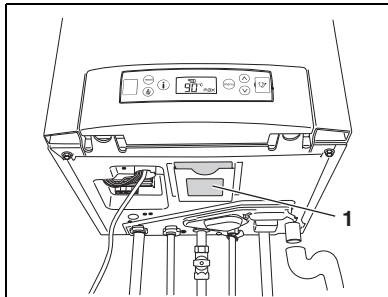

fig. 3 Gebruikersinstructie (onderzijde cv-toestel)
Aan de onderzijde van het cv-toestel bevindt zich een vakje voor deze gebruikersinstructie (fig. 3, pos. 1).